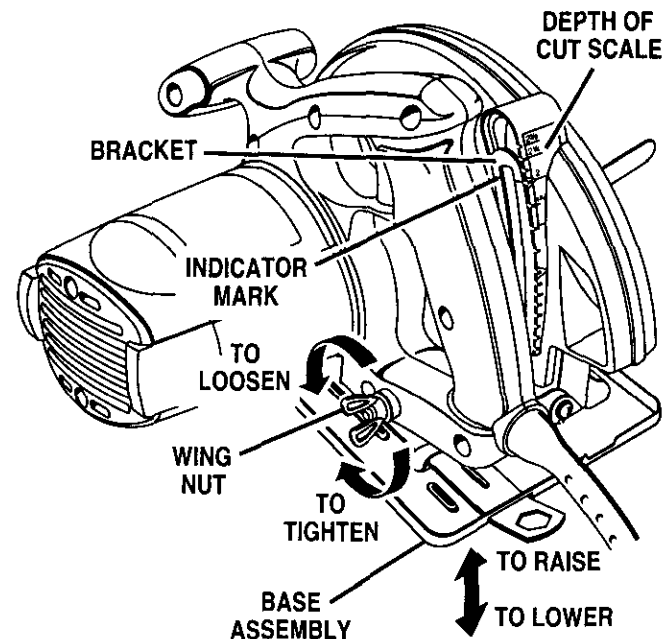

Fig. 13
See Figure 13.
- Loosen wing nut. See Figure 13.